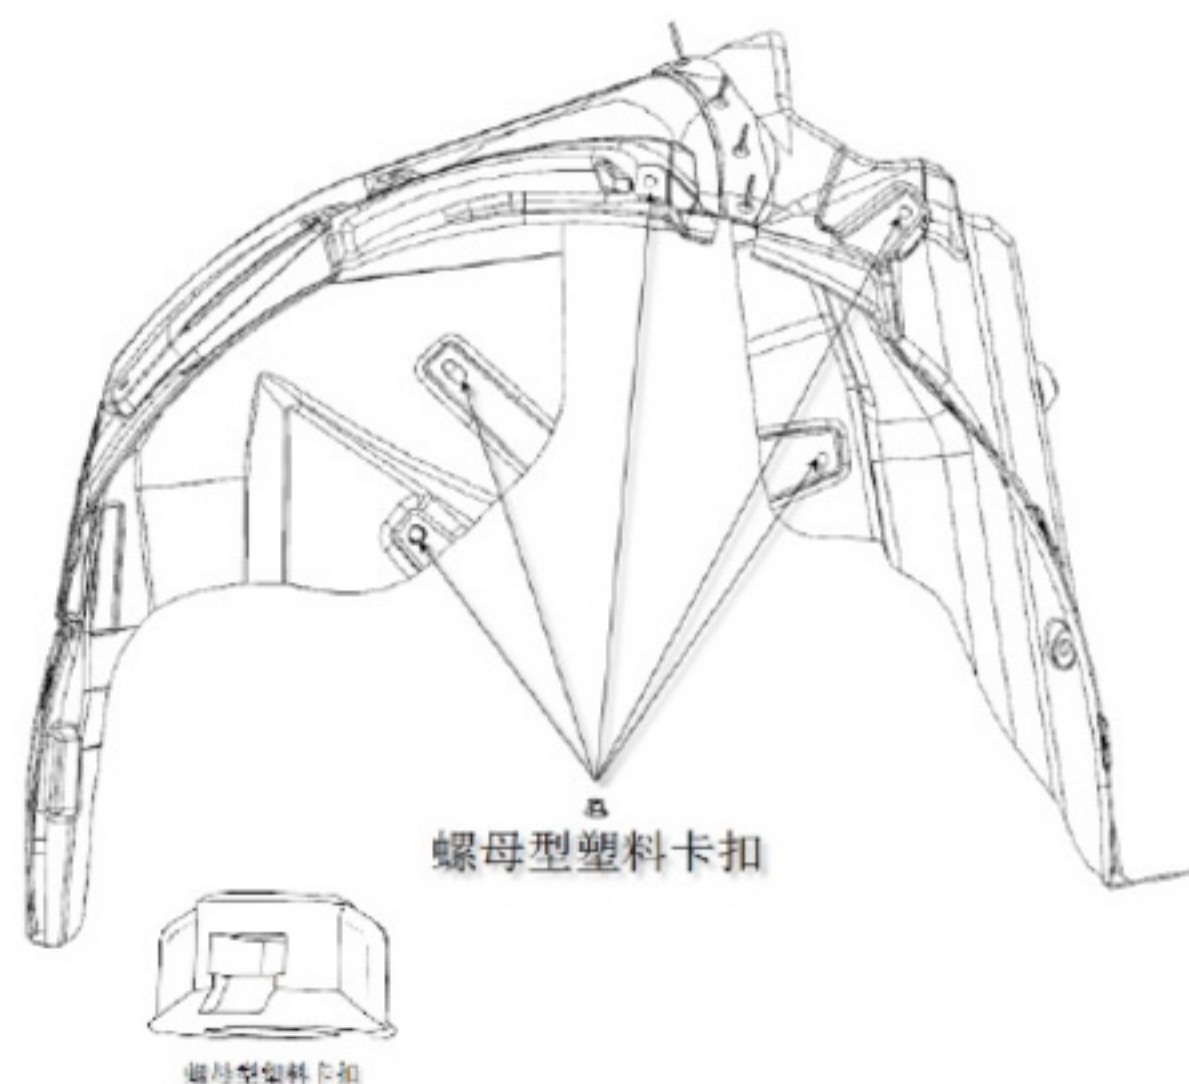

图 2-13
- (1) 扭下后轮挡泥板与车身连接的 11 个螺母型塑料卡扣，如图 2-13 所示；